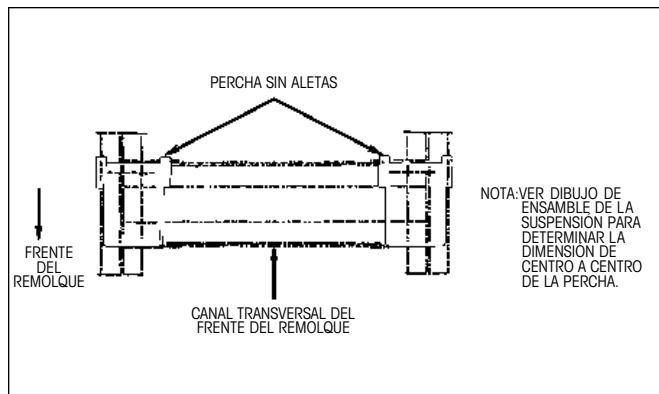

Figura 2. Instalación de las perchas.
1. Levante las perchas y colóquelas en el riel del chasis del remolque y en el canal transversal, como se especifica en el dibujo de ensamble de la suspensión (Figura 2 y 3).